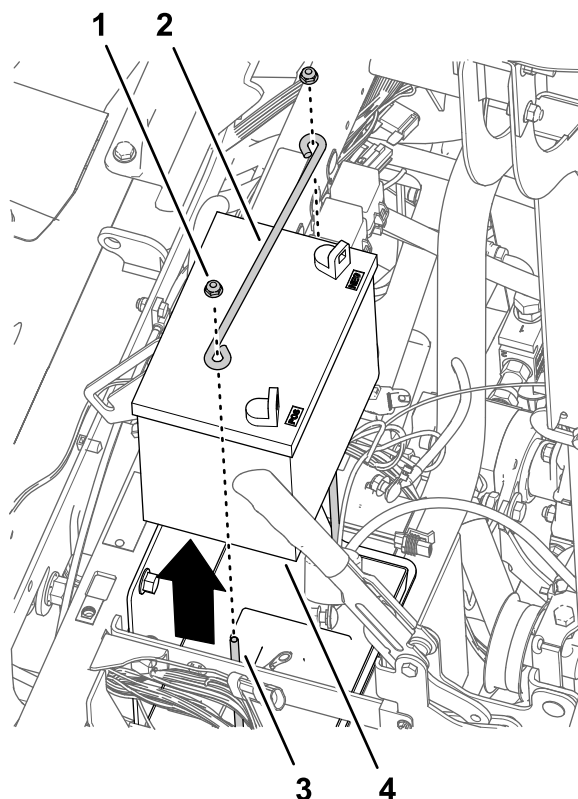

Bild 168
4. Setzen Sie die Abdeckung, die Sie in Schritt 2 in Entfernen des Lenkrads \(Seite 77\) entfernt haben, auf das Lenkrad (Bild 168).
1. Nehmen Sie die zwei Sicherungsbundmutter und die Befestigungsstange von den zwei J-Schrauben ab, mit denen die Batterie an der Batteriehalterung der Maschine befestigt ist (Bild 168).
2. Nehmen Sie die Batterie aus der Maschine heraus (Bild 168).